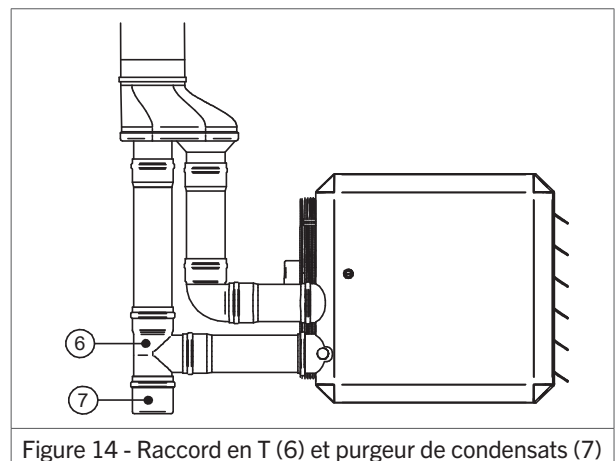

Figure 14 - Raccord en T (6) et purgeur de condensats (7)
- Ajouter un raccord en T (figure 14).
- Ajouter un purgeur de condensat (figure 14) : contactez SBM